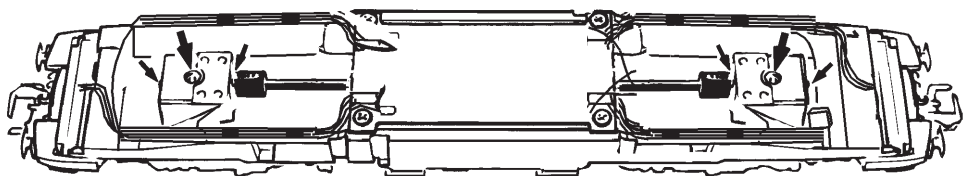

Fig. 10
Schleiferwechsel: siehe Fig. 10
A.C. pick up: see fig. 10
Remplacement courant alternatif: voir fig. 10
4. Remplacement du moteur: Démontez la caisse (voir fig. 4), puis vous pouvez échanger le moteur (fig. 10).